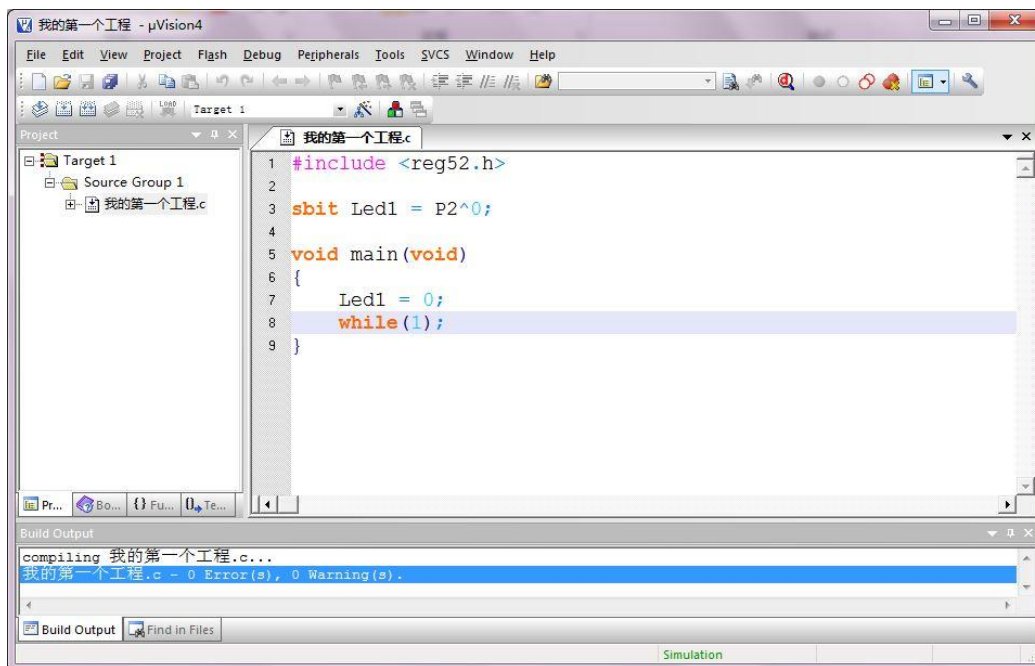

图 2-21 输入程序之后的界面
8.编写代码, 大家这里只需 CTRL+C、CTRL+V 实例 1 的源代码, 暂时不需理会代码的具体含义, 输入代码之后的软件编辑界面如图 2-21 所示。